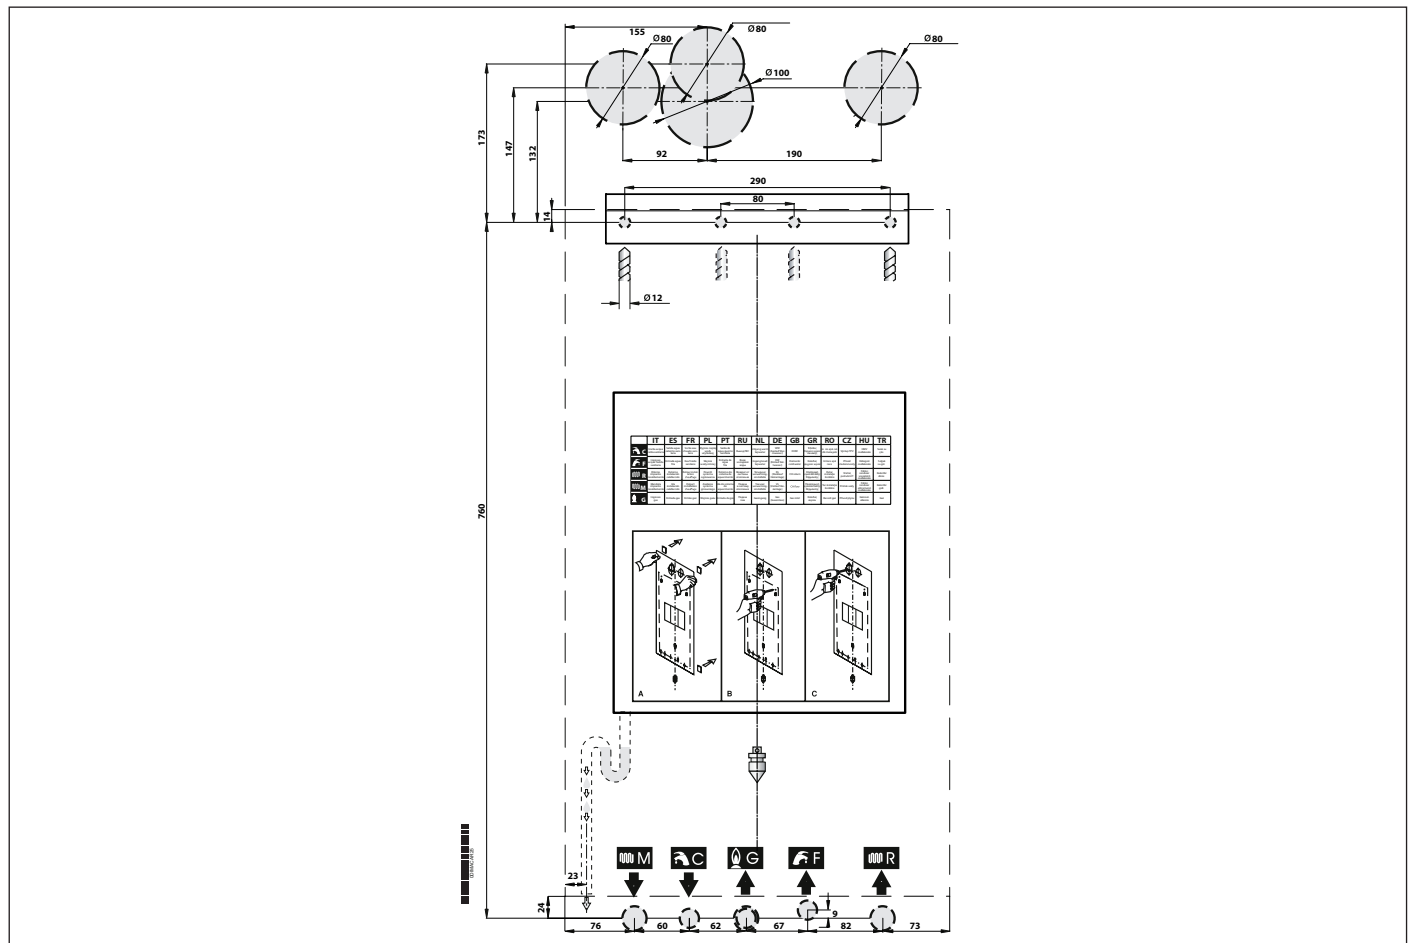

Fig. 9 Dima in carta
- » la dima di fissaggio della caldaia al muro (vedi Fig. 9 Dima in carta);
Ogni apparecchio è corredato di un'apposita dima in carta contenuta nell'imballo (vedi Fig. 9 Dima in carta).